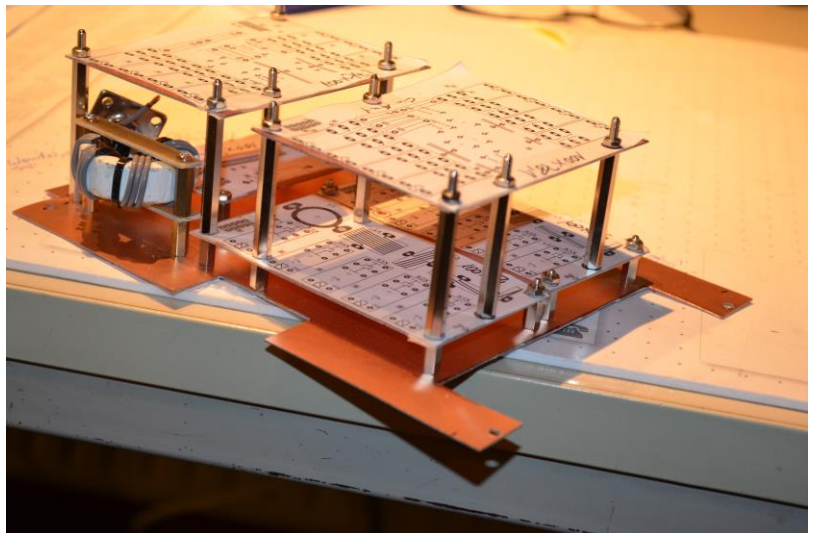
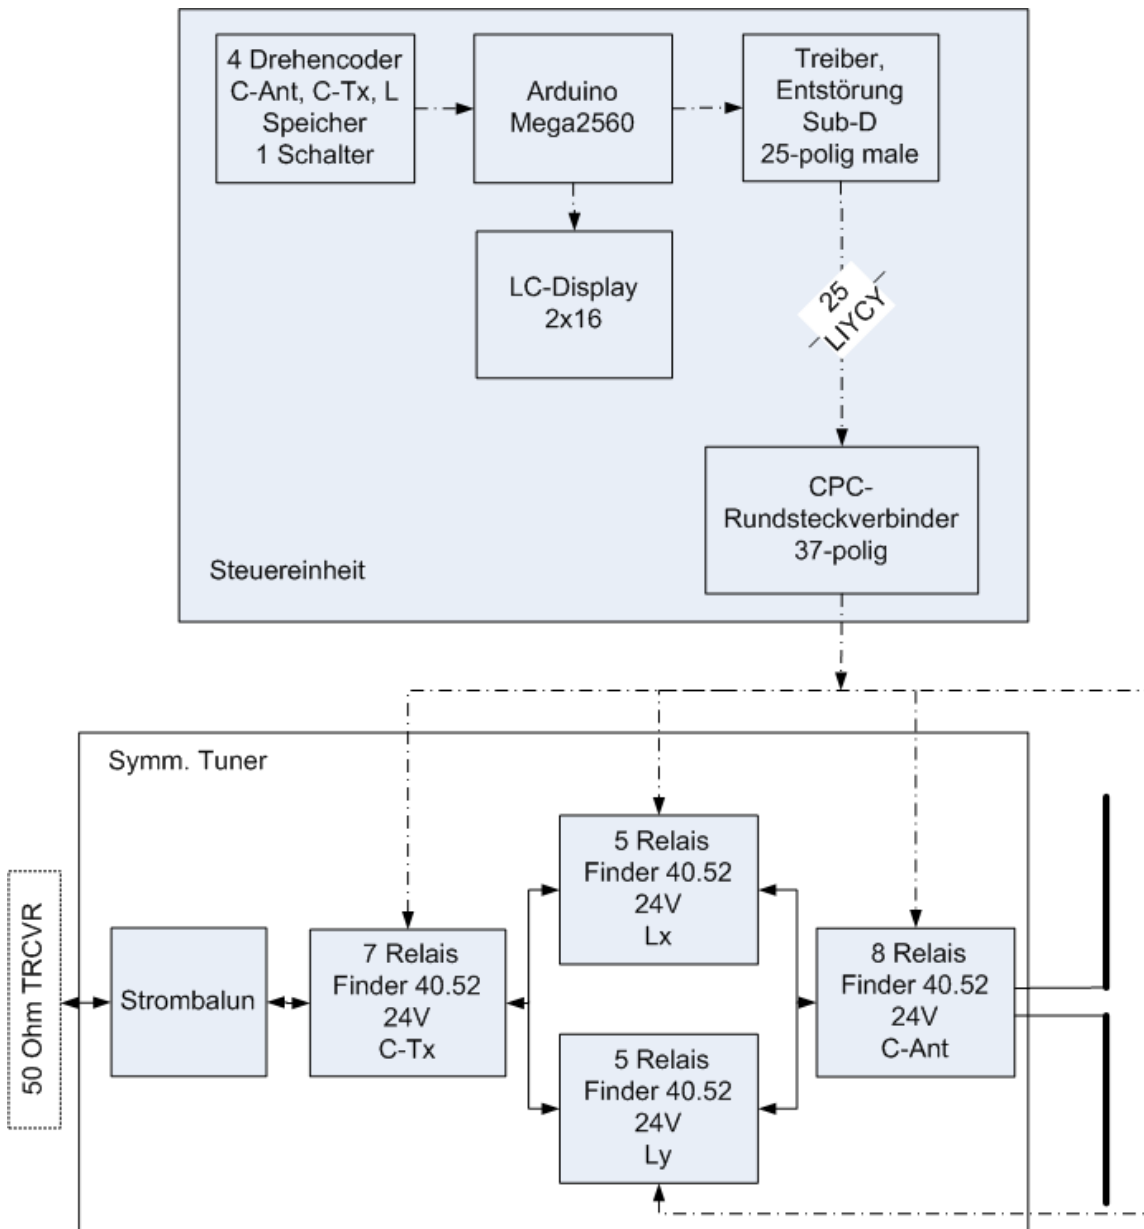

Bild 2
Bild 3
- Modularer Aufbau der Matchbox in Sandwichbauweise. Die elektrische Verbindung zwischen C- und L-Platinen erfolgt mit 40mm langen Abstandsbolzen [5]. (Bild 2)
Wie im Überblick (Bild 3) und im Modell (Bild 2) zu sehen ist, besteht der eigentliche Antennentuner aus 4 Platinen, und einer weiteren Platine, auf der die Pfostensteckverbinder für die Relais zusammengeführt werden. Die 4 Platinen werden auf eine zugeschnittene, Cu-beschichtete Grundplatte in Sandwichbauweise befestigt. Die beiden Platinen für die Induktivitäten werden parallel direkt nebeneinander mit Abstandshaltern (10mm) auf der Grundplatte befestigt. Die Verbindungspads der Kapazitäten für Ein- und Ausgang sollten genau über den korrespondierenden Anschlusspunkten der Platinen für die Induktivitäten liegen, so dass die Platinen mit Abstandshaltern (40mm) stabil und fest verbunden werden können. Die konfektionierte Grundplatte wird so zugeschnitten, dass sie in ein Gehäuse des Typs Bopla ET-240 bzw ET-241 mit den Maßen l= 250 x b=160 passt.
Die geätzten Platinen sind gemäß Bild 2 so auf die Grundplatte zu legen, dass man die Bohrungen ($d = 3,5\text{mm}$) für die Distanzhülsen markieren kann.